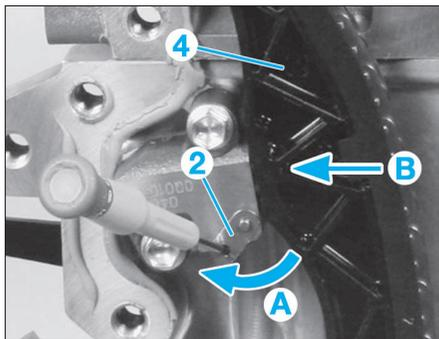

FIG. 30
• Pousser la plaque d'arrêt (3) (Fig.30), puis comprimer le piston en appuyant sur le patin (4). Bloquer la plaque d'arrêt à l'aide d'un tournevis fin ou équivalent.